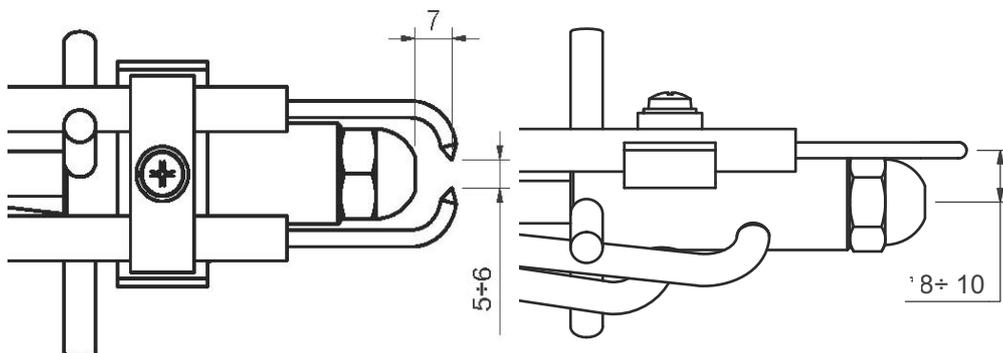

Рис. 42
- Проверить и аккуратно почистить фотозлемент улавливания пламени и, если необходимо, заменить его. В случае возникновения сомнения, проверить контрольный контур, после того, как горелка будет вновь запущена, согласно схеме на Рис. 42;